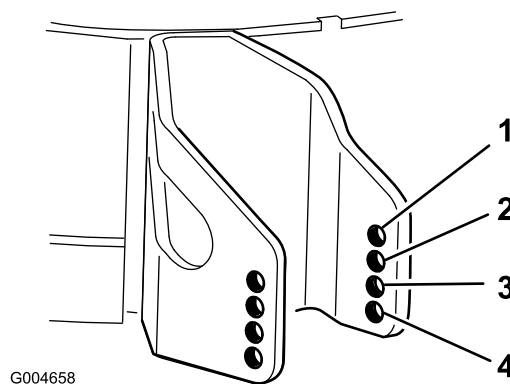

Figura 26
4. Scegliete il foro in modo da posizionare il rullo antiscalpo all'altezza di taglio corrispondente più vicina all'altezza richiesta (Figura 26).